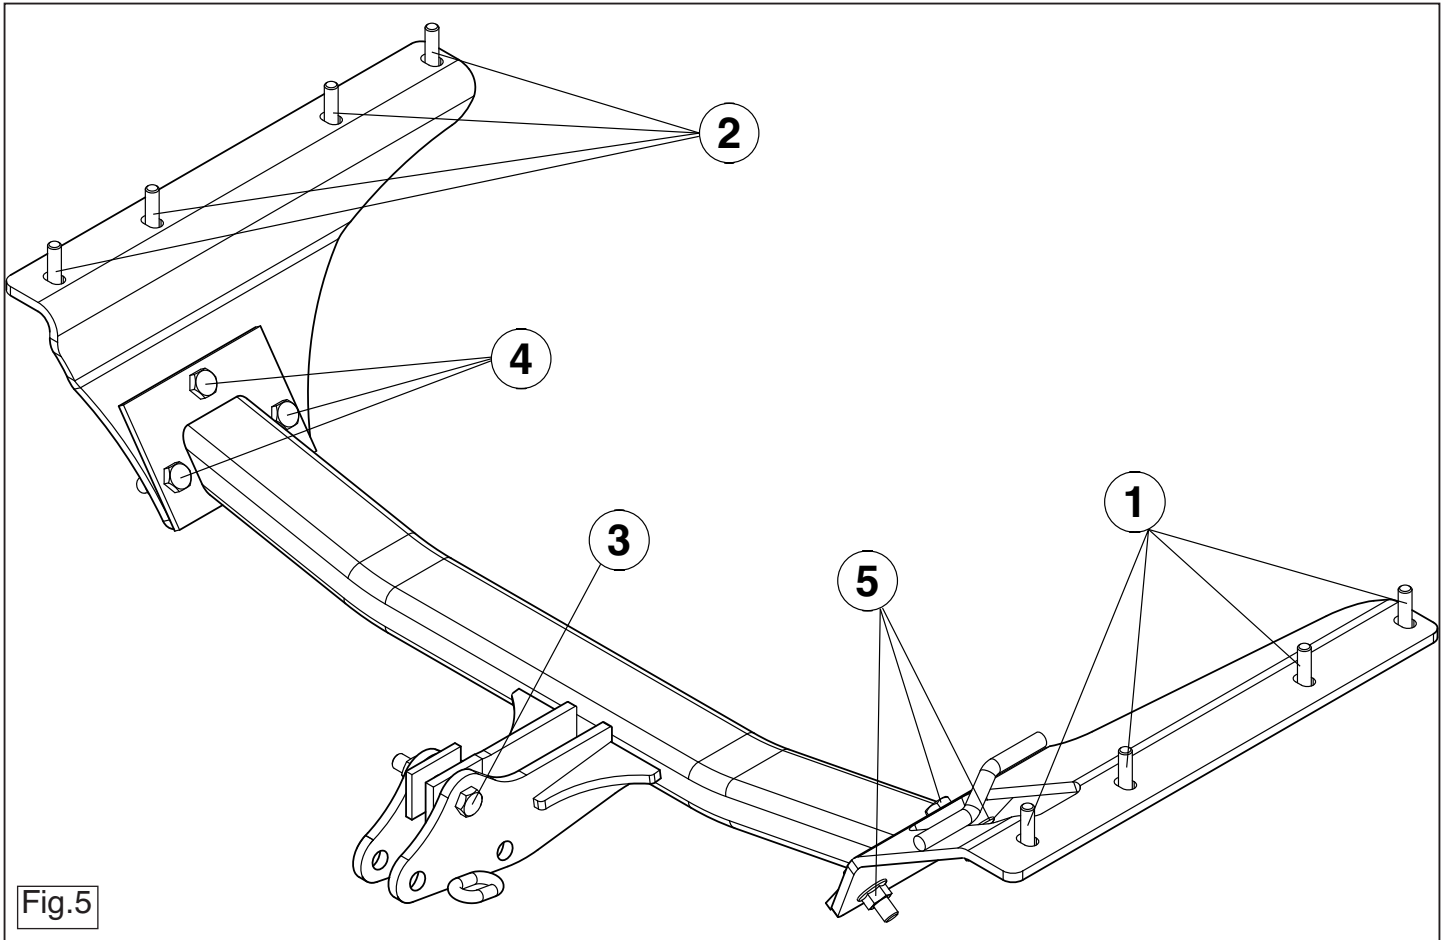

Fig.5
9. Затянуть все болты и гайки в соответствии со значениями, указанными на рисунке. См. рисунок 5.